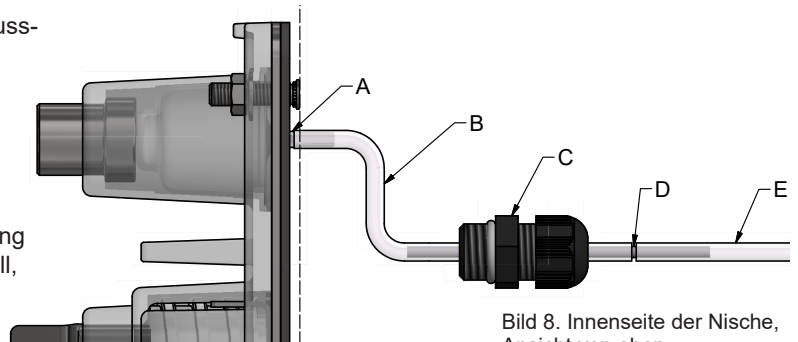

Bild 8. Innenseite der Nische,
1. Schneiden Sie ein Stück des mitgelieferten Schlauchs für Teil 1 (den inneren Teil) des Startschlauchs (B) zu, siehe Bild 8.